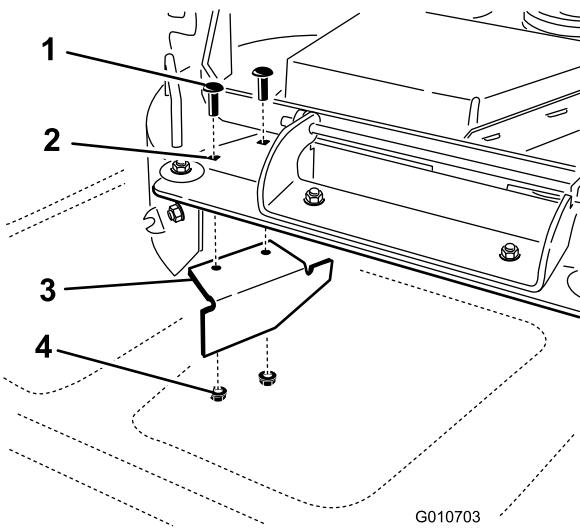

Figura 39
14. Nel sacchetto delle parti sciolte, individuate i deflettori di chiusura. Rimuovete gli elementi di fissaggio dai fori posteriori della piastra di scarico. Montate il deflettore nell'apertura di scarico laterale sul piatto di taglio (Figura 39).